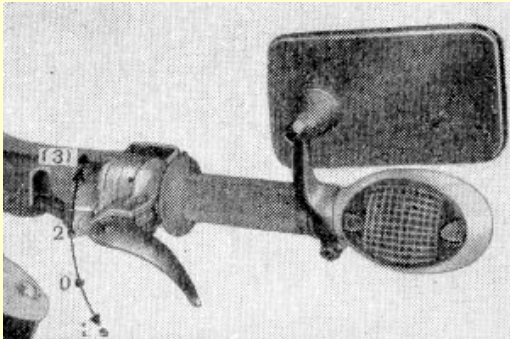

Bild 2. Handschaltung
*Bei den handgeschalteten Fahrzeugen* wird der gewünschte Gang durch Drehen des Schaltgriffes nach oben oder unten (s. Bild 2) eingeschaltet.